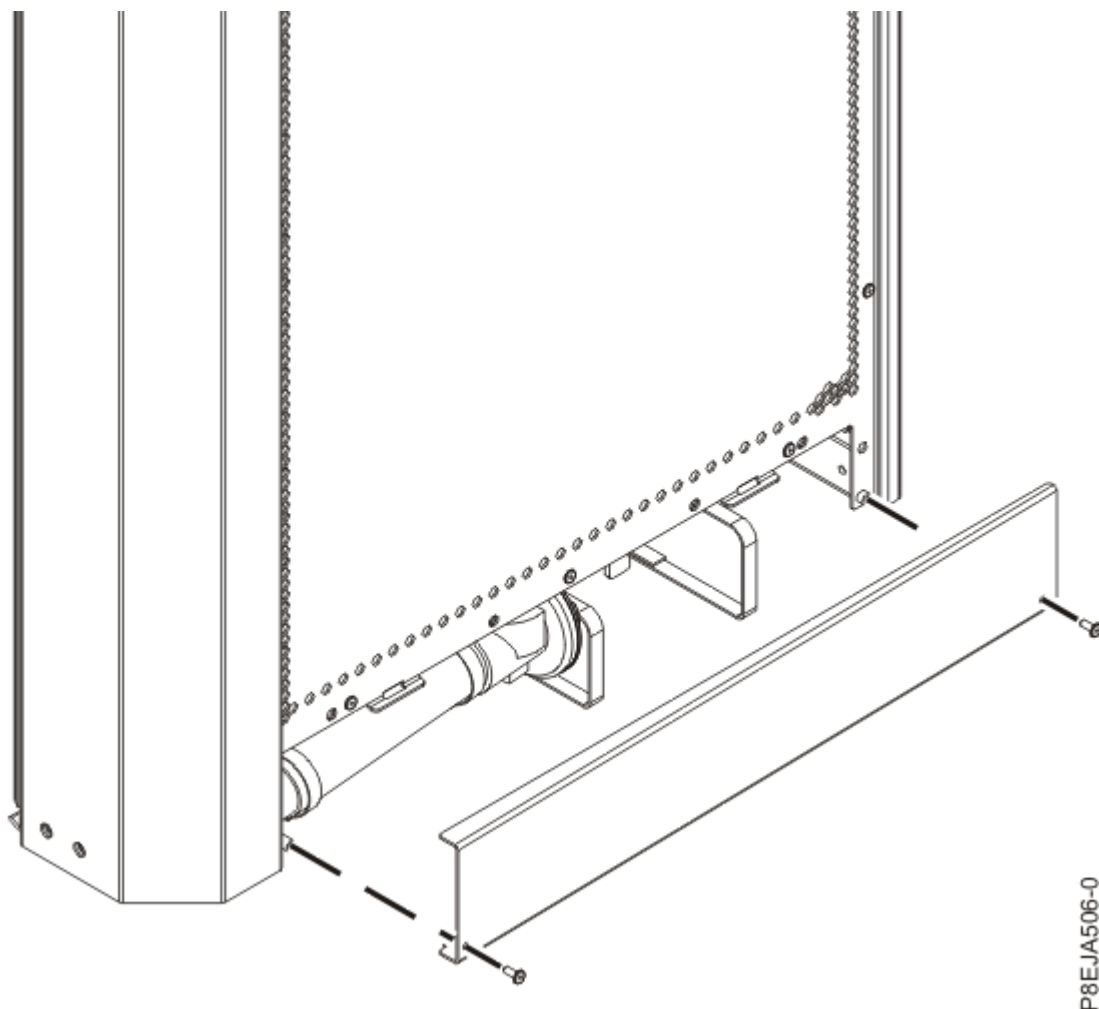

Figura 110. Instal·lació del panell de tubs exterior
- b. Col·loqueu el panell d'accés als tubs exterior al costat extern de l'intercanviador de calor. Afegiu dos cargols M6, tal com es mostra a la Figura 110 a la pàgina 161. Utilitzeu un tornavís dinamomètric per collar els cargols a $2,5 \text{ Nm} \pm 0,2 \text{ Nm}$ (22,1 polzades/l·liura $\pm$ 1,8 polzades/l·liura).